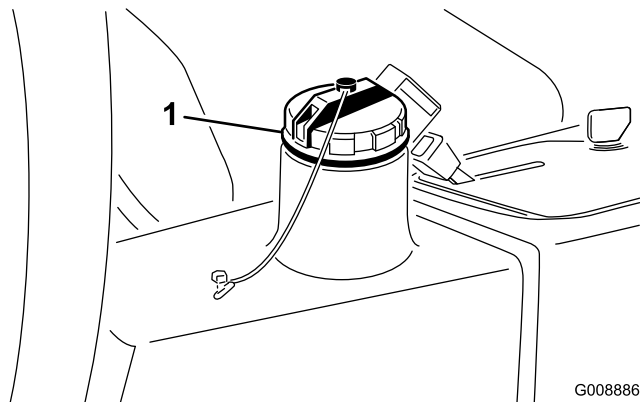

Bild 25
2. Reinigen Sie den Bereich um den Einfüllstutzen und den Deckel des Hydraulikölbehälters (Bild 25). Entfernen Sie den Deckel.